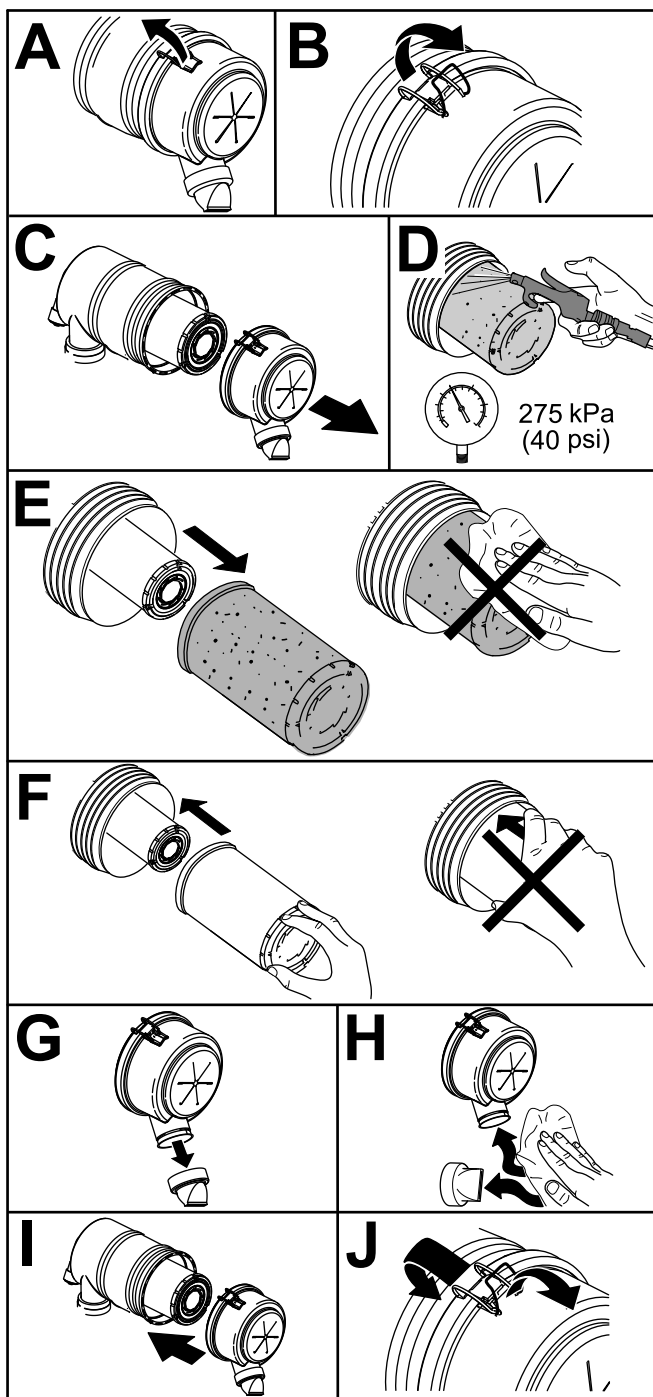

Figura 56
1. Înlocuiți elementul filtrului de aer (Figura 56).